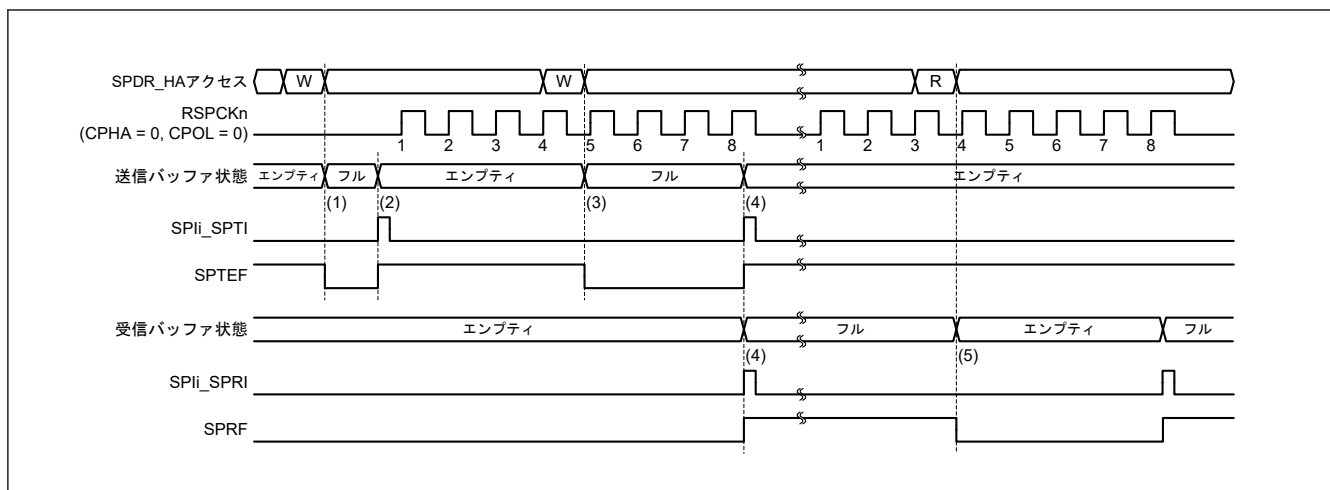
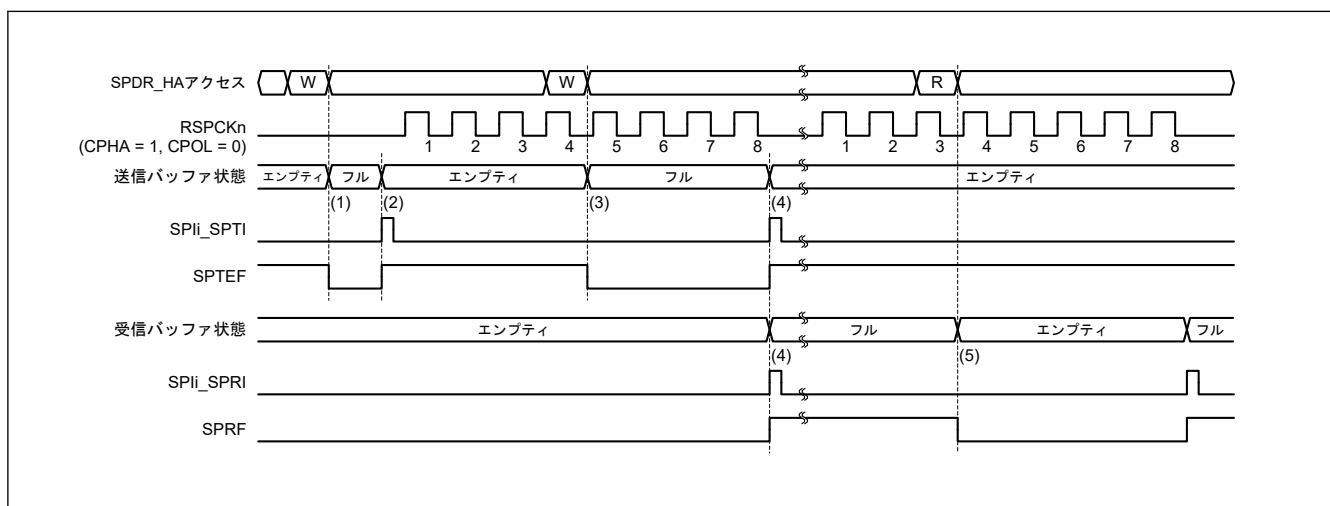

図 27.26 SPIi_SPTI および SPIi_SPRI 割り込みの動作例 (CPHA = 0 かつ CPOL = 0、マスタモード)
図 27.27 SPIi_SPTI および SPIi_SPRI 割り込みの動作例 (CPHA = 1 かつ CPOL = 0、マスタモード)
図 27.26 および図 27.27 に、送信バッファエンプティ割り込み (SP_{Li}_SPTI) と受信バッファフル割り込み (SP_{Li}_SPRI) の動作例を示します。これらの図に示された SPDR_HA レジスタアクセスは、レジスタへのアクセス条件を示しています。W は書き込みサイクル、R は読み出しサイクルを示しています。図 27.26 では、SPCR.TXMD ビットが 0、SPCMD0.CPHA ビットが 0、かつ SPCMD0.CPOL ビットが 0 の設定で、SPI が 8 ビットのシリアル転送を実行しています。図 27.27 では、SPCR.TXMD ビットが 0、SPCMD0.CPHA ビットが 1、かつ SPCMD0.CPOL ビットが 0 の設定で、SPI が 8 ビットのシリアル転送を実行しています。RSPCK_n 波形の下に記載した数字は RSPCK サイクル数 (= 転送ビット数) を示しています。
以下に、図 27.26 および 図 27.27 の (1)～(5) に示したタイミングでの SPI の動作を説明します。